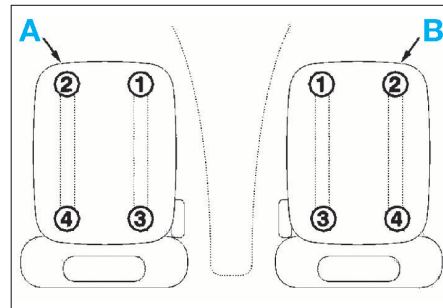

FIG. 14
- Tirer le coussin vers le haut dans le sens de la flèche (A).
- Déposer le coussin gonflable (2).
- s'assurer du bon parallélisme des glissières côté gauche "A" et côté droit "B" (Fig.14).